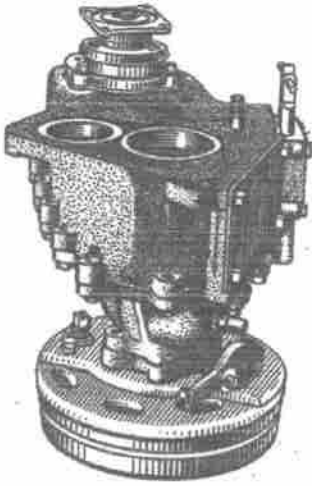

Bild 141. Verteilergetriebe mit aufgesetzter Dichtung
4. Dichtung auf die Stiftschrauben des Verteilergetriebes aufsetzen (Bild 141).